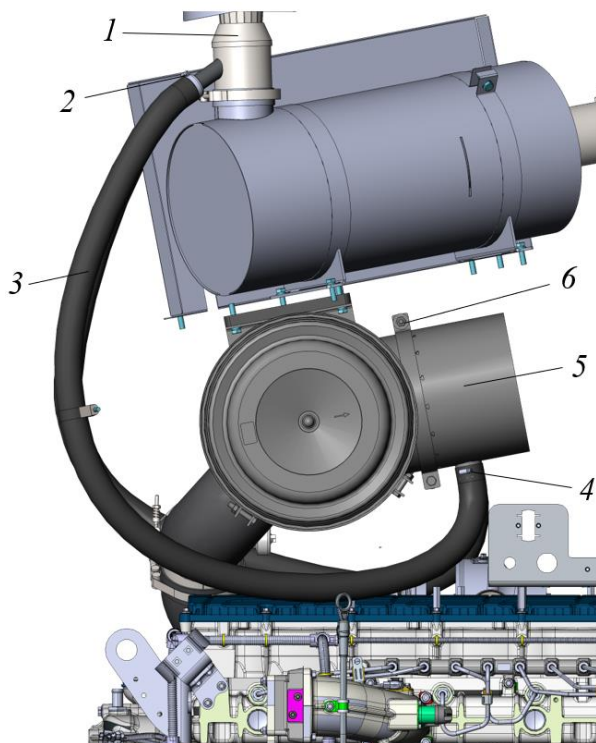

Рисунок 5.64. Демонтаж мультициклона
- Используя отвертку (⊖ или ⊕) ослабить червячные хомуты 2 и 4, снять патрубок 3, соединяющий эжектор 1 и мультициклон 5 воздушного фильтра, см. рис. 5.64.